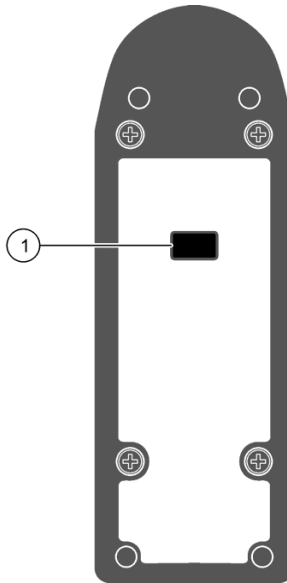

Figura 6 Medidor MP-vista inferior
El paquete accesorio MP-Dock (HMPDOCK) permite al usuario descargar información de prueba almacenada a la PC o a una hoja de cálculos. El MP-Dock se alimenta de energía a través del puerto USB y no requiere una fuente de energía externa. La información se transfiere a través de un puerto de datos infrarrojo (IR) que se encuentra en la parte inferior del medidor MP (Figura 6) al MP-Dock y luego a la PC.